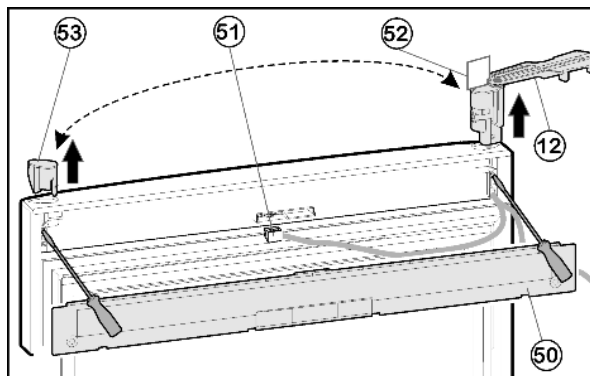

Fig. 9
- Enlever le cache Fig. 9 (50) sur la porte à l'aide d'un tournevis.
- Débrancher la prise Fig. 9 (51).
- A la porte supérieure, tourner le support d'appui Fig. 9 (12) vers l'extérieur parallèlement à l'arête de la porte.
- Pousser le support d'appui Fig. 9 (12) à partir du bas à l'aide d'un tournevis et l'enlever de la porte complètement avec le câble.
- Pousser les bouchons Fig. 9 (53) à partir du bas à l'aide d'un tournevis et les enfoncer sur le côté opposé.
- Enfiler le câble du support d'appui Fig. 9 (12) sur le côté opposé et placer le support d'appui.
- Enlever le gabarit Fig. 9 (52) et le fixer dans le support d'appui.
- Enfiler la fiche Fig. 9 (51).
- Encliqueter le cache Fig. 9 (50) sur la porte.